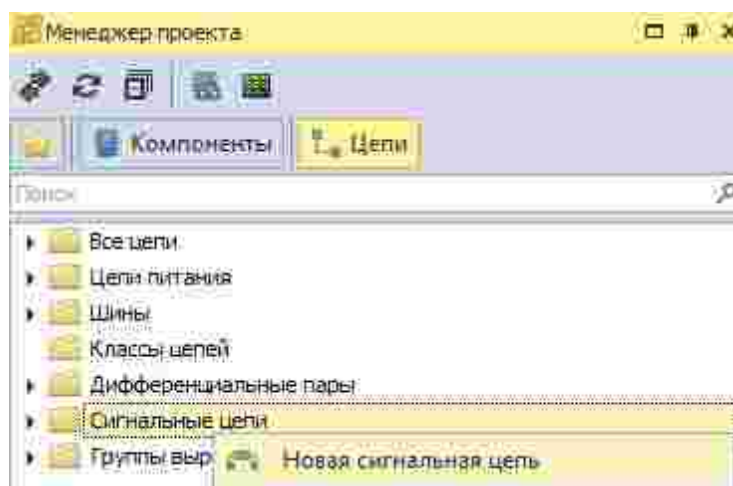

Рис. 266 Создание сигнальных цепей (X-Nets)
1. В панели «Менеджер проекта» вызовите инструмент создания новой сигнальной цепи, вызвав контекстное меню с папки «Сигнальные цепи» и выбрав пункт «Новая сигнальная цепь», см. Рис. 266.